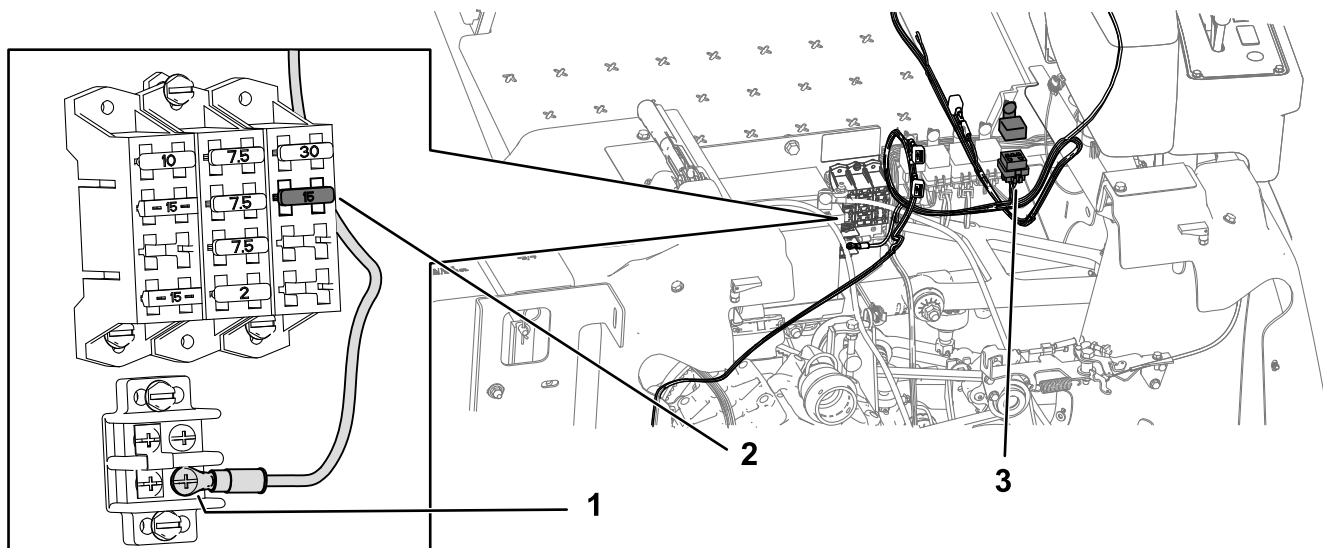

Рисунок 6
2. Присоедините провод заземления и релейный переключатель и вставьте предохранитель на 15 А в блок предохранителей (**Рисунок 6**).